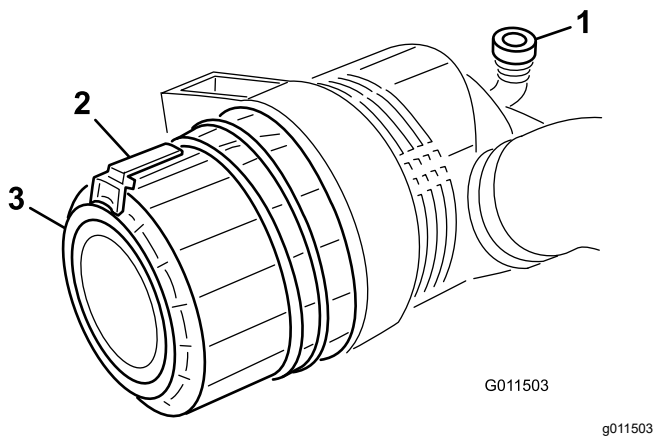

Figura 73
1. Puxe o trinco para fora e rode a cobertura do filtro de ar no sentido contrário ao dos ponteiros do relógio (Figura 73).